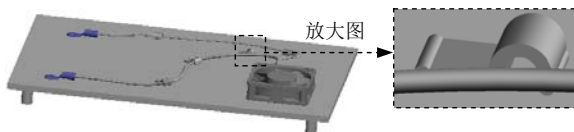
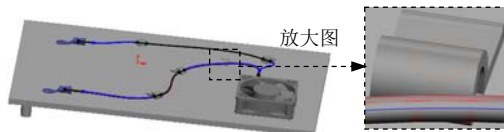

图 11.8.57 选择线夹
图 11.8.58 旋转线夹
Step1. 选择命令。选择 功能选项卡中的 旋转线夹 (L) 命令，系统弹出“零部件旋转/对齐”对话框。
Step2. 定义旋转线夹。激活 要旋转的零部件 (C) 中的区域，选取图 11.8.57 所示的线夹；在 旋转 (R) 区域的 文本框中输入数值-90.0；单击对话框中的 按钮，完成图 11.8.58 所示的旋转线夹。